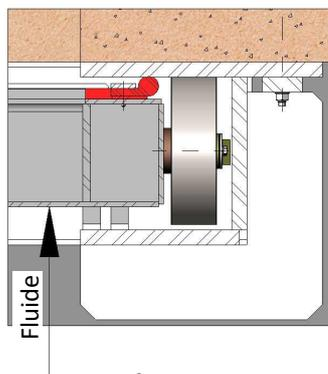
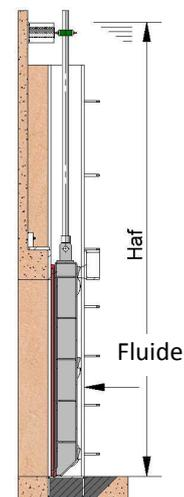

fig. 5
fig. 6
- **UNIDIRECTIONNELLE FAVORABLE** : fig. 5 et fig. 6